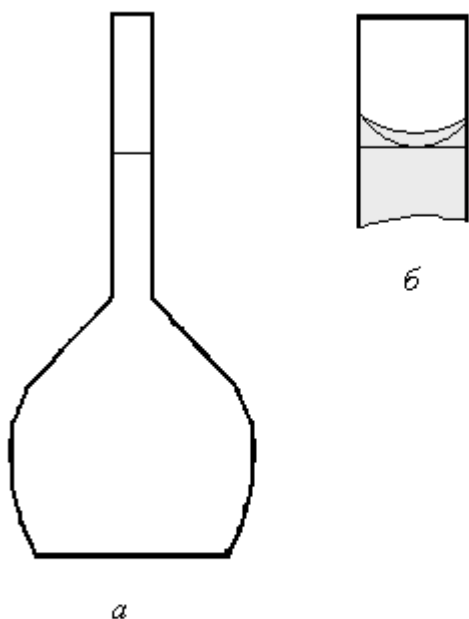

Рис. 2 Приготовление раствора в мерной колбе.
2. Отмерьте мерным цилиндром вычисленный объем исходного раствора, через воронку аккуратно перелейте его в мерную колбу (см. рис. 2*а*).
чтобы уровень жидкости был на 0,5-1 см ниже уровня метки, затем добавляйте воду по каплям (с помощью капельниц из стаканчика), доводя уровень жидкости до метки (нижний край мениска, то есть поверхности жидкости, должен касаться метки при помещении ее на уровень глаз, см. рис. 2*б*). Затем, закрыв колбу пробкой, тщательно перемешайте раствор, переворачивая колбу вверх дном так, чтобы пузырь воздуха проходил через весь раствор, а при возвращении колбы в исходное положение касался пробки. Пробку при этом следует придерживать.